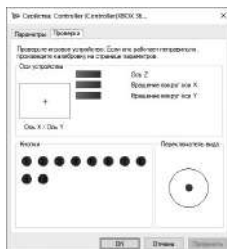

Fig. 9
- To check and configure in «XInput» mode, select «Properties» in the «Game devices» window, the «Properties: Controller (XBOX 36 ...» window will pop-up (Fig.9). In the «Verification» tab, you can check the execution of commands when you press the buttons and rotate the joystick. To calibrate the joystick, select the «Settings» tab, click «Calibrate» and follow the instructions.